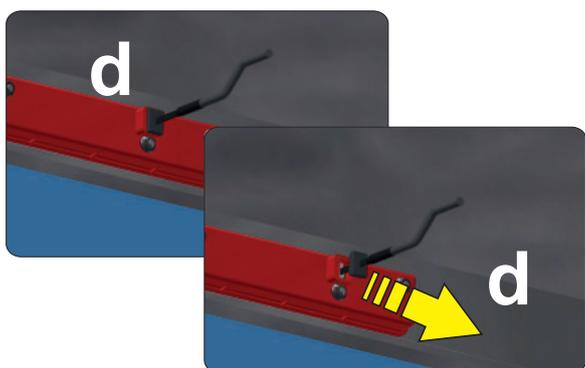

Fig. 12
- Enlever le bouchon en caoutchouc de la boîte de protection interne de l'écran (position **d** - voir **Fig. 12**).